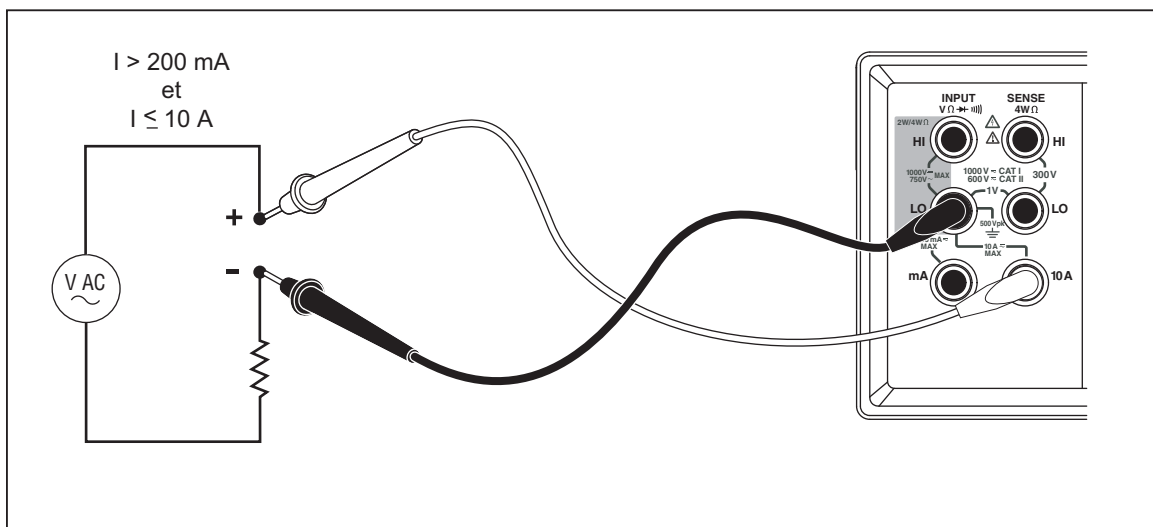

Figure 3-9. Mesure de courant de <math>200 \text{ mA}</math> à <math>10 \text{ A}</math>
5. Pour les mesures prévues supérieures à 200 mA à 10 A, branchez les cordons de mesure aux bornes 10 A et LO uniquement. Voir la Figure 3-9.